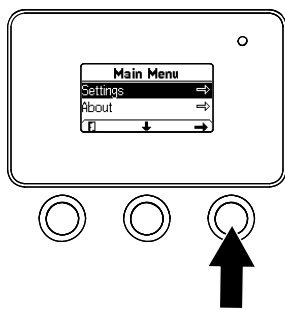

Figura 13
1. Din MENIUL PRINCIPAL, utilizați butonul din mijloc pentru a derula în jos la MENIUL SETĂRI i apăsați butonul din dreapta (Figura 13).